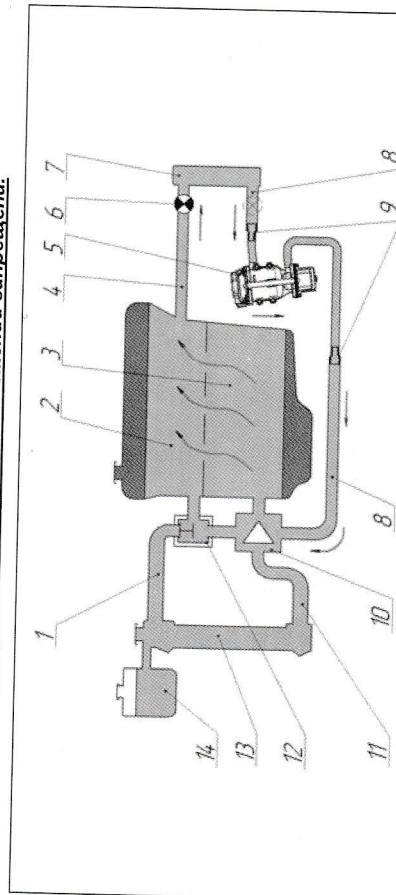
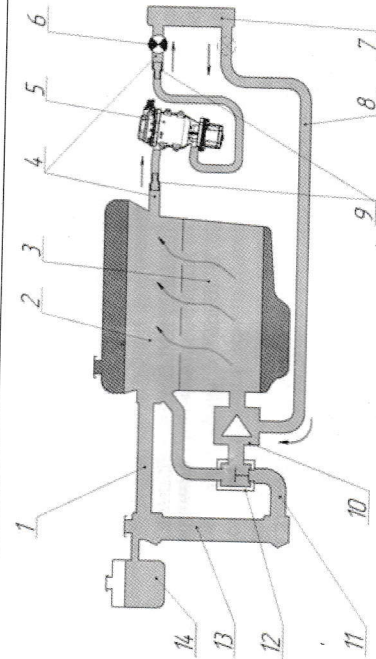

Рисунок 3
Рисунок 4
6.2 В состав комплекта входят детали и материалы, позволяющие произвести монтаж подогревателя на автомобиле по схемам, представленным на рис. 3 и рис. 4. Подключение подогревателя к контуру циркуляции ОЖ производится через шланг возврата ОЖ от радиатора отопителя салона к двигателю, либо через шланг подачи ОЖ от двигателя к радиатору отопителя салона независимо от расположения термостата.
6.3 Подогреватель должен быть установлен в вертикальном положении под углом 5-10 градусов (см. рис. 3, 4).